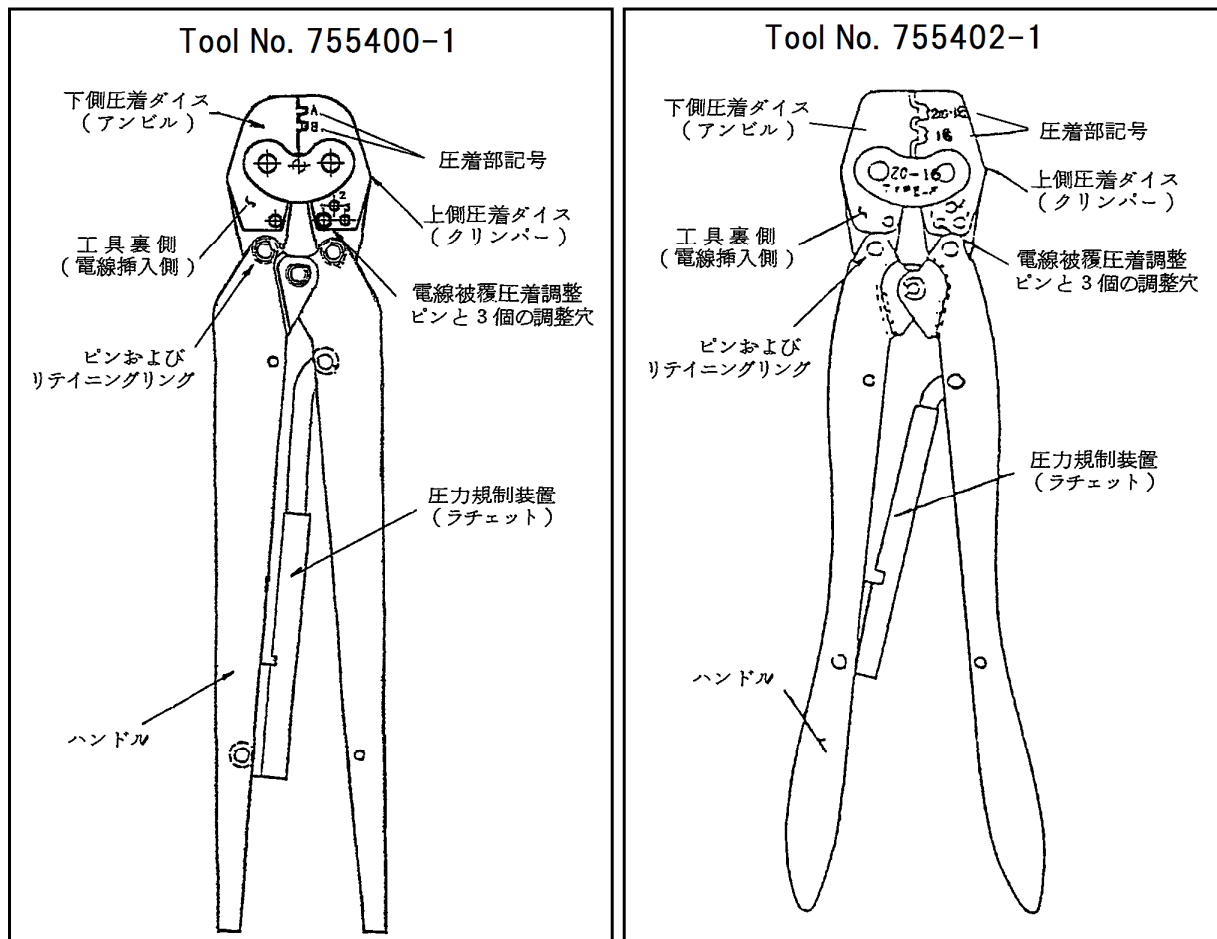

Fig. 1
- (a) この工具 (Fig. 1 参照) は, Fig. 2 に示す各種端子を熱線に圧着するのに使用されます。
- (c) 工具には, Fig. 1 に示す様に圧着部が 2 箇所あり, A, B の記号で指示されておりますが, これは使用端子に対する圧着箇所を示しております (Fig. 2 参照)。圧着箇所が違う場合は工具が損傷したり, 圧着性能が低下しますのでご注意下さい。